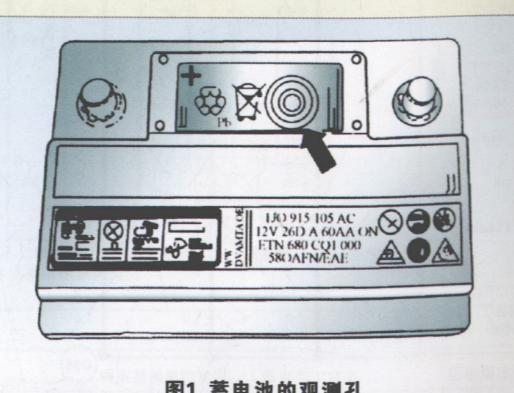

图1 蓄电池的观测孔
- (1) 检查蓄电池的壳体是否损坏。如损坏, 电解液会流出。
- (2) 带观测孔的蓄电池, 其外壳为黑白色。观测孔如图1中箭头所示, 可提供电解液液面高度及充电状态信息。可显示3种不同颜色:
- ①绿色——表示蓄电池已充足电。
- ②黑色——未充电或充电很少。
- ③无色或黄色——电解液液面已达临界值, 必须添加蒸馏水。
1.6L BWG发动机(2006年10月版)/1.6L BJH发动机(2004年12月版)控制系统电路图1/2
1.6L AWB发动机控制系统电路图1/2
1.8L AGN发动机控制系统电路图1/2